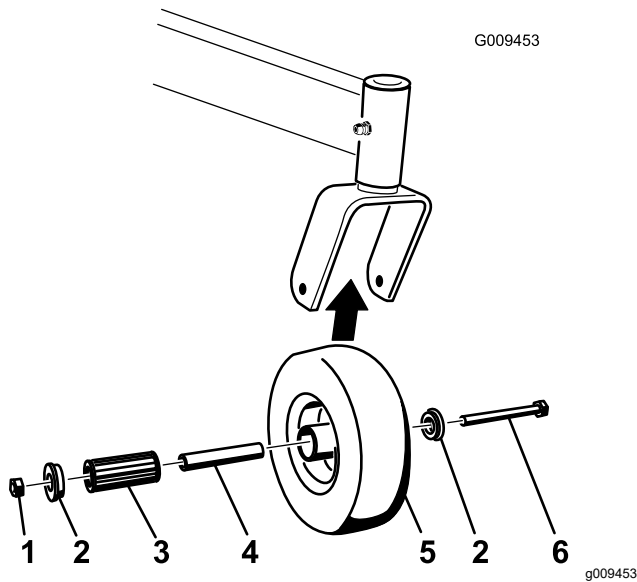

Figura 68
1. Retire la contratuerca y el perno que sujetan la rueda giratoria a la horquilla (Figura 68).
- Retire un casquillo, y tire del casquillo intermedio y del cojinete de rodillos para sacarlos del cubo de la rueda (Figura 68).
- Retire el otro casquillo del cubo de la rueda y limpie la grasa y la suciedad del cubo de la rueda (Figura 68).
Nota: Repare o cambie cualquier pieza dañada o desgastada (Figura 68).
- Coloque un casquillo en el cubo de la rueda (Figura 68).
- Engrase el cojinete de rodillos y el casquillo intermedio y deslícelos en el cubo de la rueda (Figura 68).
- Coloque el segundo casquillo en el cubo de la rueda (Figura 68).
- Instale la rueda giratoria en la horquilla y fíjela con el perno y la contratuerca (Figura 68).
- Apriete la contratuerca hasta que el casquillo intermedio se apoye contra el interior de las horquillas de las ruedas giratorias (Figura 68).